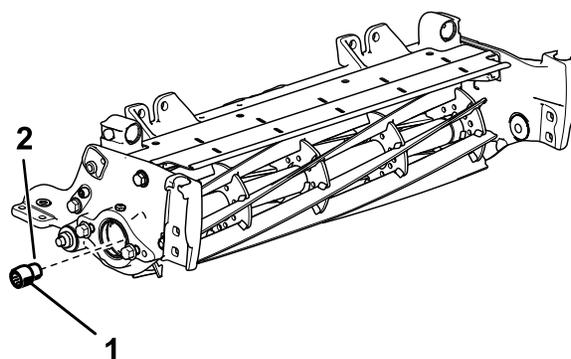

Figura 3
3. Retire el inserto acanalado existente de cada extremo del eje del molinete con la herramienta del eje de transmisión del molinete (Pieza N° TOR4112 para el molinete de 12,7 cm y pieza n.º TOR4074 para el molinete de 17,8 cm). Consulte Figura 3.